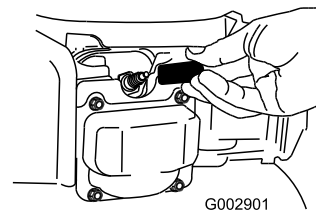

Bild 39
2. Ziehen Sie den Kerzenstecker von der Zündkerze ab (Bild 39).